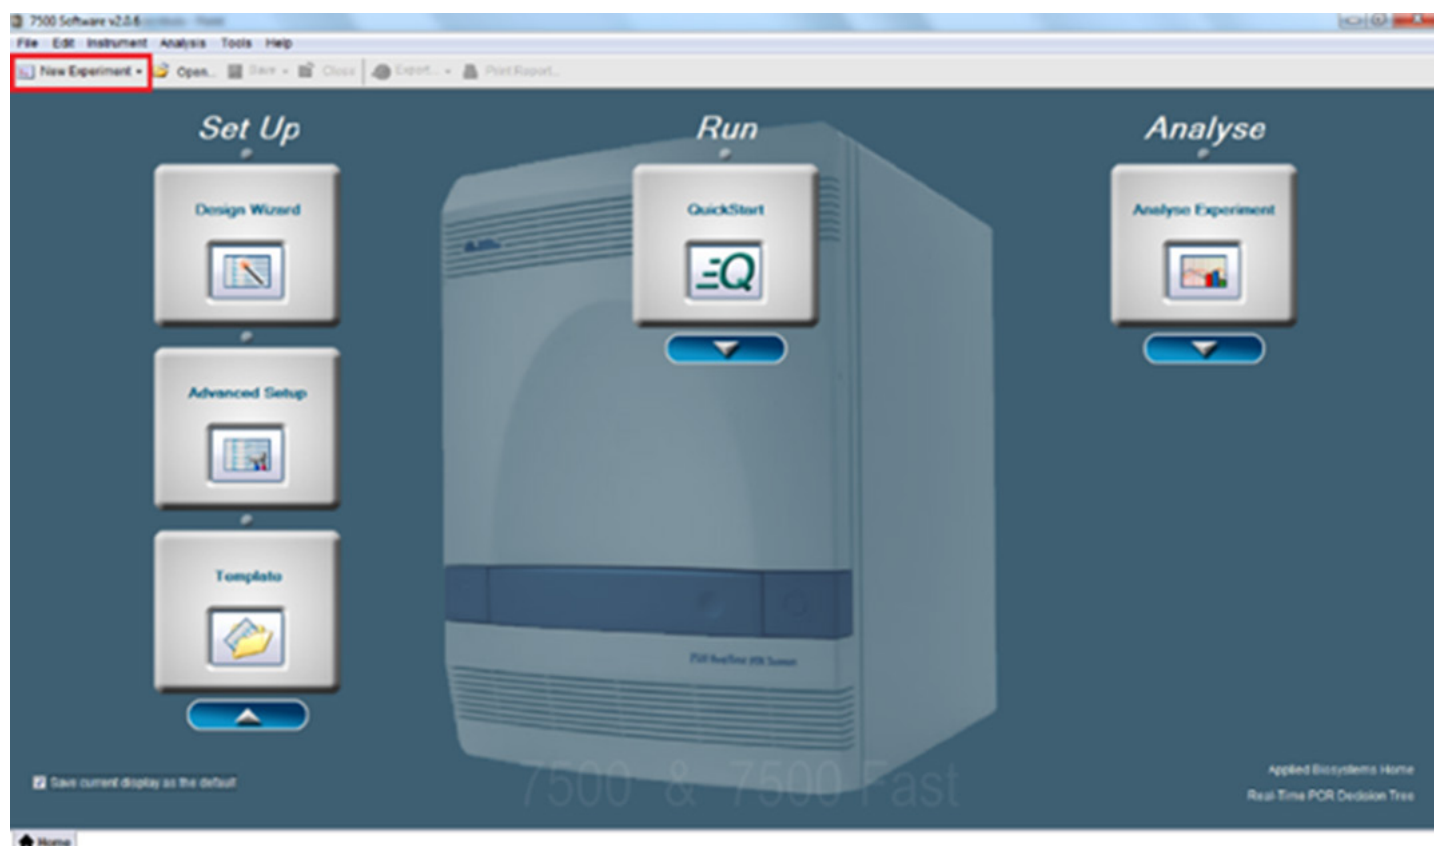

Figura 02: Tela inicial do 7500 Software.
- Na tela inicial do programa, selecionar New Experiment, como indicado na Figura 02;